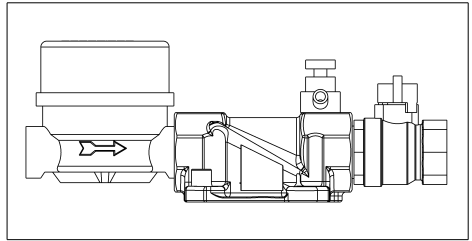

Abb. 1: Einbaudrehflansch
- Fließrichtung (siehe Abb. 1)
Der Einbaudrehflansch muss in Fließrichtung installiert werden. Diese ist durch einen Pfeil gekennzeichnet (siehe Abb. 1).